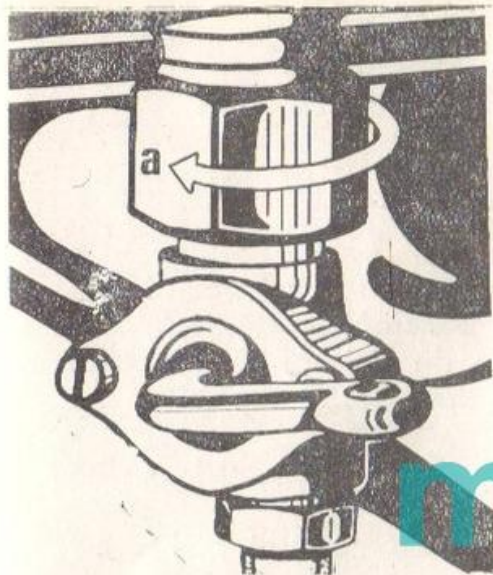

Fig. 42.
2. Slăbiți piulița „a” rotind-o în sensul indicat în fig. 42.